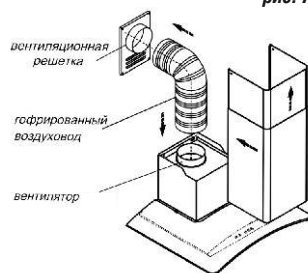

рис. 8
6.4 В зависимости от режима эксплуатации кухонной вытяжки соедините вентилятор с вентиляционной решеткой воздуховодом (рис. 8) или установите на вентилятор угольные фильтры.
6.5 Установите фальштрубы (рис. 8).